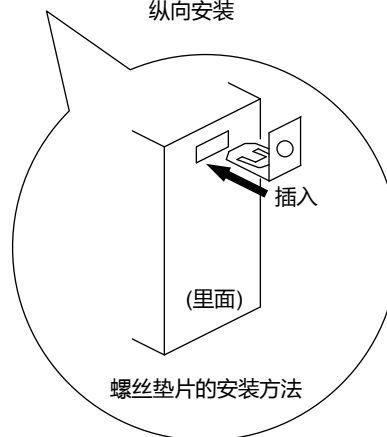

图9 螺丝直接安装 (mm)
螺丝直接安装时的尺寸如『图9 螺丝直接安装』所示。
(1) 在安装场所打开用于螺丝直接安装用的螺丝孔。
(2) 拉出本体下侧的DIN固定器。
(3) 在本体里面上把螺丝垫片 (型号83165861-001) 往深处插入。
(4) 使用螺丝垫片的孔和DIN固定器的孔，用M4螺丝固定本体 (图9)。
(5) 确认已固定在设置面上。